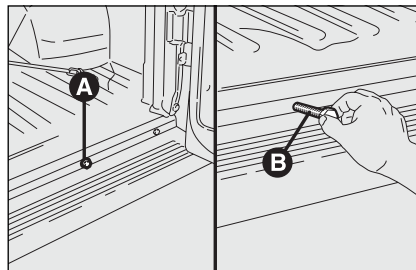
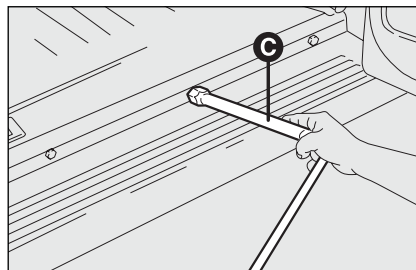

fig. 6
fig. 7
- Bij bestel-uitvoeringen: open de achterdeur van de laadruimte 180° en verwijder de dop uit de opening **A-fig. 6** om het verlengstuk **B-fig. 6** en de wielsleutel **C-fig. 7** te kunnen plaatsen;
- steek het verlengstuk **B-fig. 6** in de opening;
- plaats de wielsleutel **C-fig. 7** en draai de sleutel linksom zodat het reservewiel zakt;